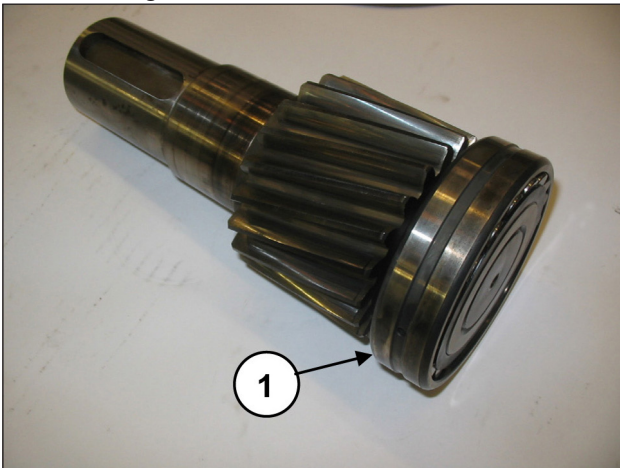
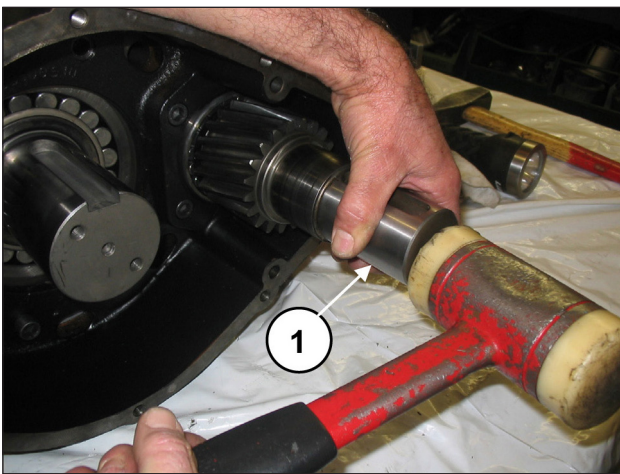

Abb. 60
Abb. 61
Montieren Sie das Lager vorläufig auf das Ritzel (Pos. ①, Abb. 60) und setzen Sie das Ritzel bündig in seine Aufnahme am Getriebegehäuse ein (Pos. ①, Abb. 61); verwenden Sie dazu ein Schlagwerk.